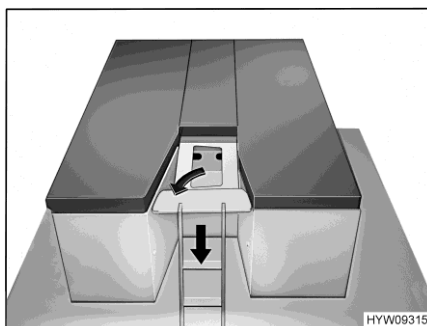

Fig. 82 Posizionamento di scala e supporto
- Estrarre la scaletta dall'ampliamento e appoggiarla sul pavimento. La scaletta è collegata all'ampliamento per mezzo di uno snodo (Fig. 82).
- Estrarre il supporto aggiuntivo dalla rientranza nell'ampliamento, ruotarlo e inserirlo come mostrato sopra la scala, nel profilo in alluminio (Fig. 82).